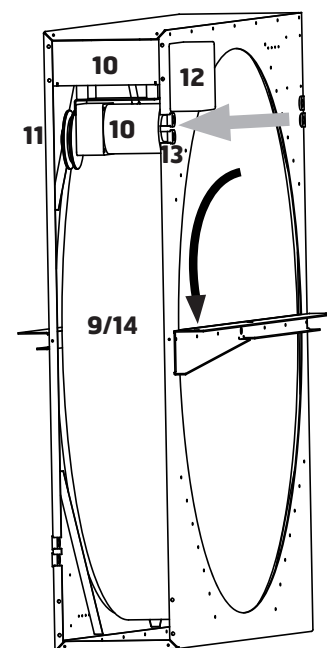

Fig 2A Rotor - Etter flytting
- 15 Sjekk at rotorretningen på rotoren er riktig (se pilretning i Fig. 2A)